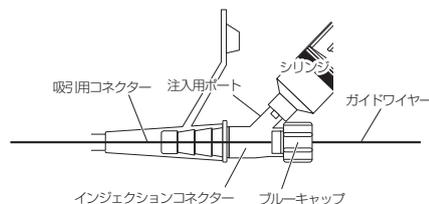
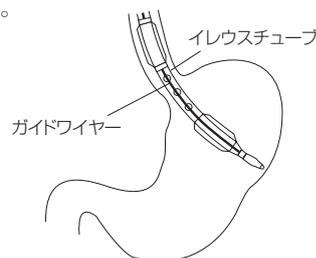

図8
図9
4. 吸引用コネクタにインジェクションコネクタを押し込んで接続する（図8）。
5. ブルーキャップを締めて、注入用ポートからホワイトキャップを取り外し、注入用ポートにシリンジを取りつける（図8）。滅
8. 経鼻的に本品を挿入する。X線透視下で確認しながら本品が胃まで到達（図9）したら、インジェクションコネクタの注入用ポートにシリンジを接続し（図8）、必要に応じ胃内内容を吸引する。